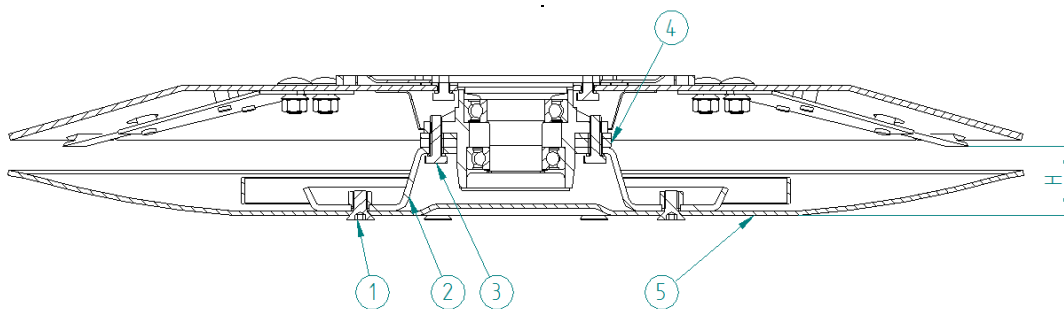

Fig. 11: Regolazione altezza di taglio – H) altezza di taglio
3. Rimuovere le viti (fig.11 n.1) e rimuovere la piastra di scorrimento (fig.11 n.5).
4. Rimuovere le viti (fig.11 n.3) mantenendo la piastra di scorrimento (fig.11 n.2) e rimuoverla.
5. Regolare l'altezza di taglio (fig.11 n.4 – anelli distanziali).
- 3) Remove the screws (Fig.11 item 1) and remove the sliding plate (Fig.11 item 5).
- 4) Remove the screws (Fig.11 item 3) holding the sliding plate (Fig.11 item 2) and remove it,
- 5) Adjust the cutting height (Fig.11 item 4 – spacer rings),